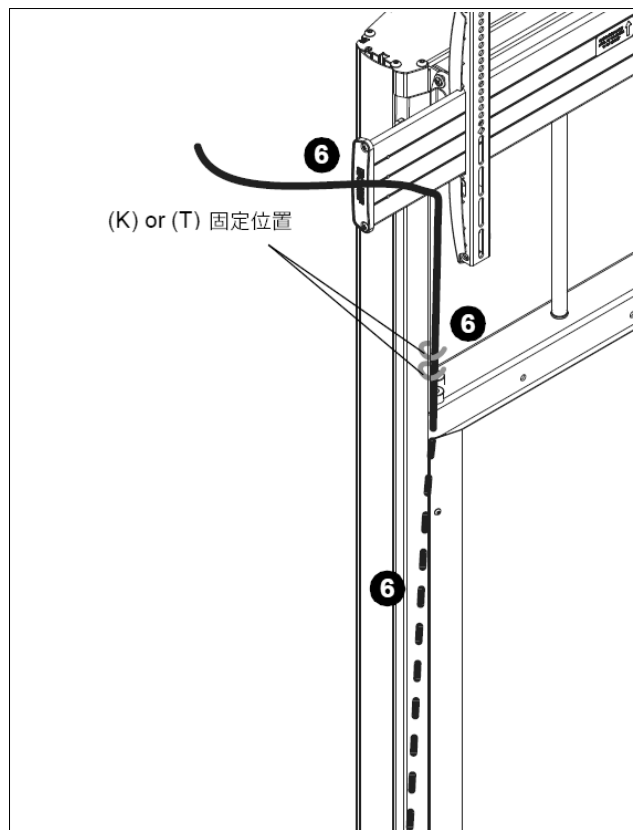

図 16
6.必要に応じて、ケーブルタイ（K）またはケーブルクリップ（T）を使用して、ディスプレイからケーブルをケーブル管理取り付けポイントまたはアクセサリブラケット（あるいはその両方）に取り付けてケーブルを通します。（図 16 を参照）